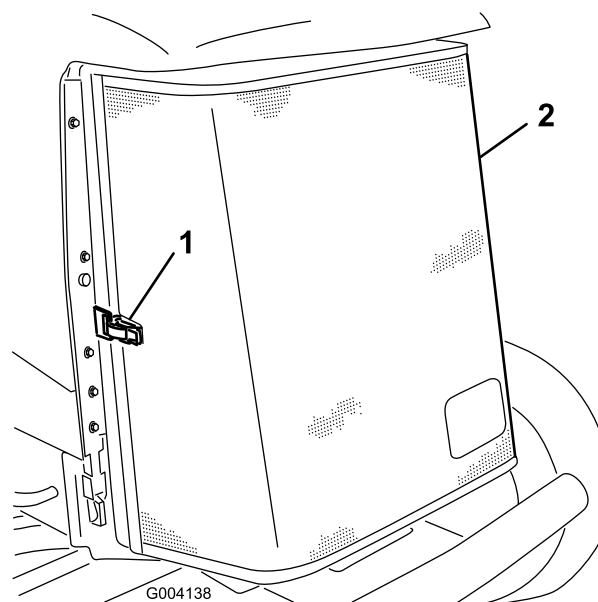

Figura 63
3. Desprenda a braçadeira e articule para abrir o painel traseiro (Figura 63).